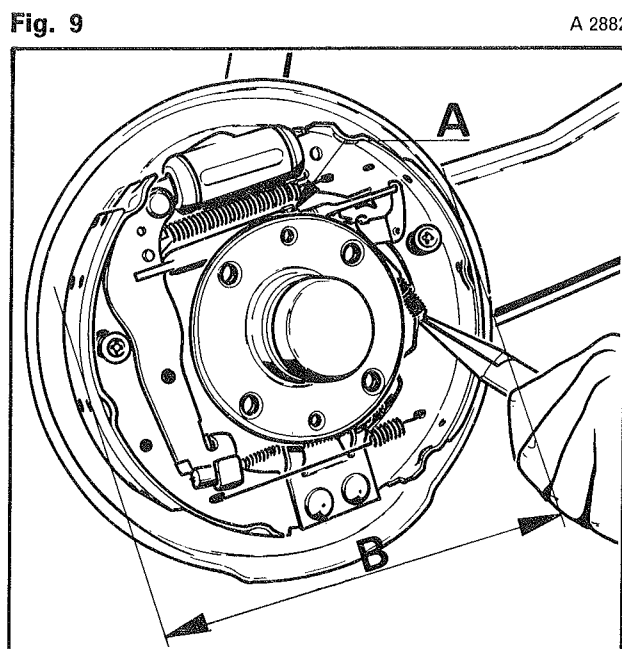

Fig. 9
- En agissant sur l'écrou cranté (A) de la biellette réglable mettre les segments garnis sur un diamètre (B) compris entre 227 mm et 227,9 mm (fig. 9).